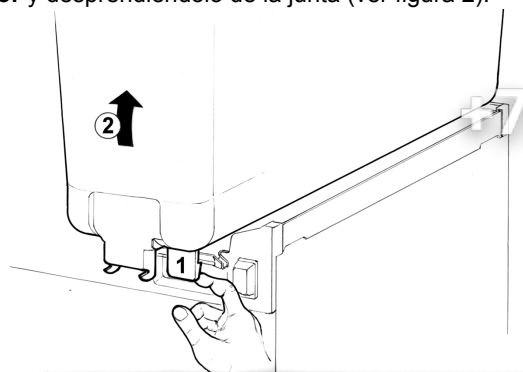

figura 2
**2** Quitar el contenedor vacío levantándolo por la parte anterior y desprendiéndolo de la junta (ver figura 2).